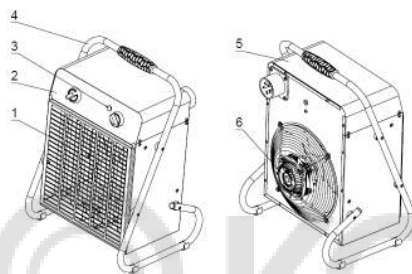

Рис. 1. Тепловентилятор
Несущая конструкция тепловентилятора (см. рис. 1) состоит из корпуса (5) и подставки-ручки (4). Вентилятор (6) расположен в задней части тепловентилятора. Органы управления вынесены на переднюю панель (2), дополнительно на панели располагается индикатор работы нагрева (3). Внутри корпуса расположены трубчатые электронагревательные элементы, закрытые с лицевой стороны тепловентилятора решеткой (1).